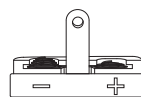
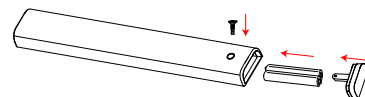

Figura 1
Figura 2
3. Installare le batterie come mostrato nell'illustrazione nel vano batterie (Figura 2). Si prega di notare che sul coperchio della batteria sono presenti segni negativi e positivi (Figura 1). Rimontare il coperchio della batteria e serrare la vite, quindi verificare il corretto funzionamento del controllo.